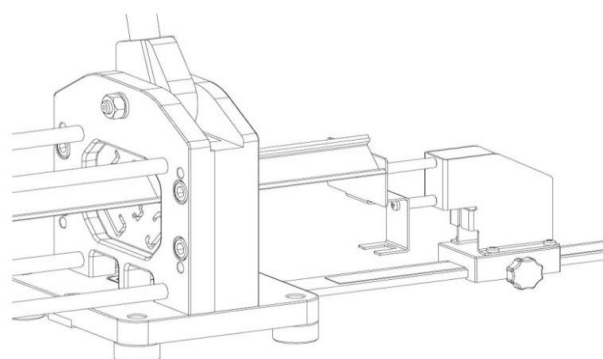

Рис. 8
3. Поместите DIN-рейку в необходимый профиль в матрице и упритесь в контрольную панель ограничителя, рис. 8.